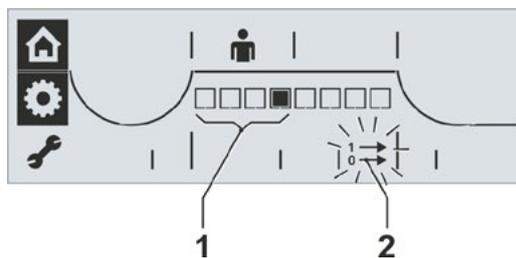

Fig. 1: Visualizzazione del set di messaggi
1. Ruotare il Drive Controller nel menu "Parametri" finché il simbolo del set di messaggi non lampeggia (fig. 1, pos. 2). Un segmento nero all'interno delle prime quattro posizioni della scala (pos. 1) indica il set attuale; qui nella fig. 1 è selezionato il set 4 (vedi anche la tabella in alto).